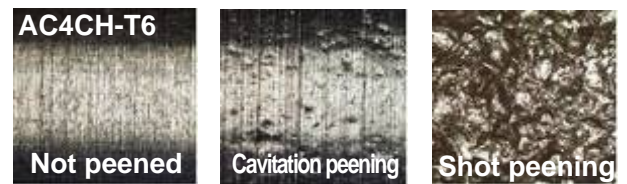

図11 加工面の様相
- (1) ショットを用いないので表面が滑らか(図11参照)。